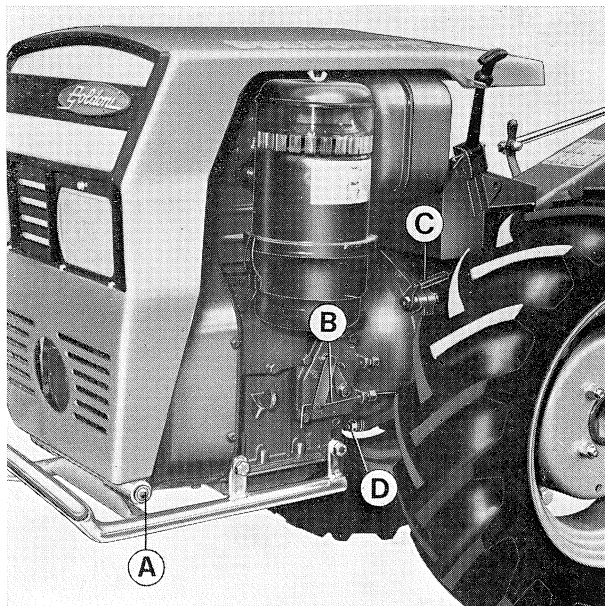

Fig. 1
- Separare il cofano tramite l'asta **A** (fig. 1).
- Staccare il filo acceleratore **B** (fig. 1).
- Staccare la molla ritorno leva frizione **C** (fig. 1).
- Sostenendo il motore con un verricello, svitare le sei viti **D** (fig. 1) che lo fissano alla campana, quindi asportarlo.